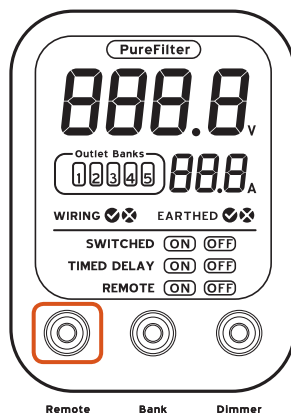

Figure 3b
- B. Appuyez sur la touche « Remote » à l'avant de la console d'alimentation pour activer la fonction à distance. L'affichage LCD doit afficher « REMOTE ON ». (Fig. 3b)